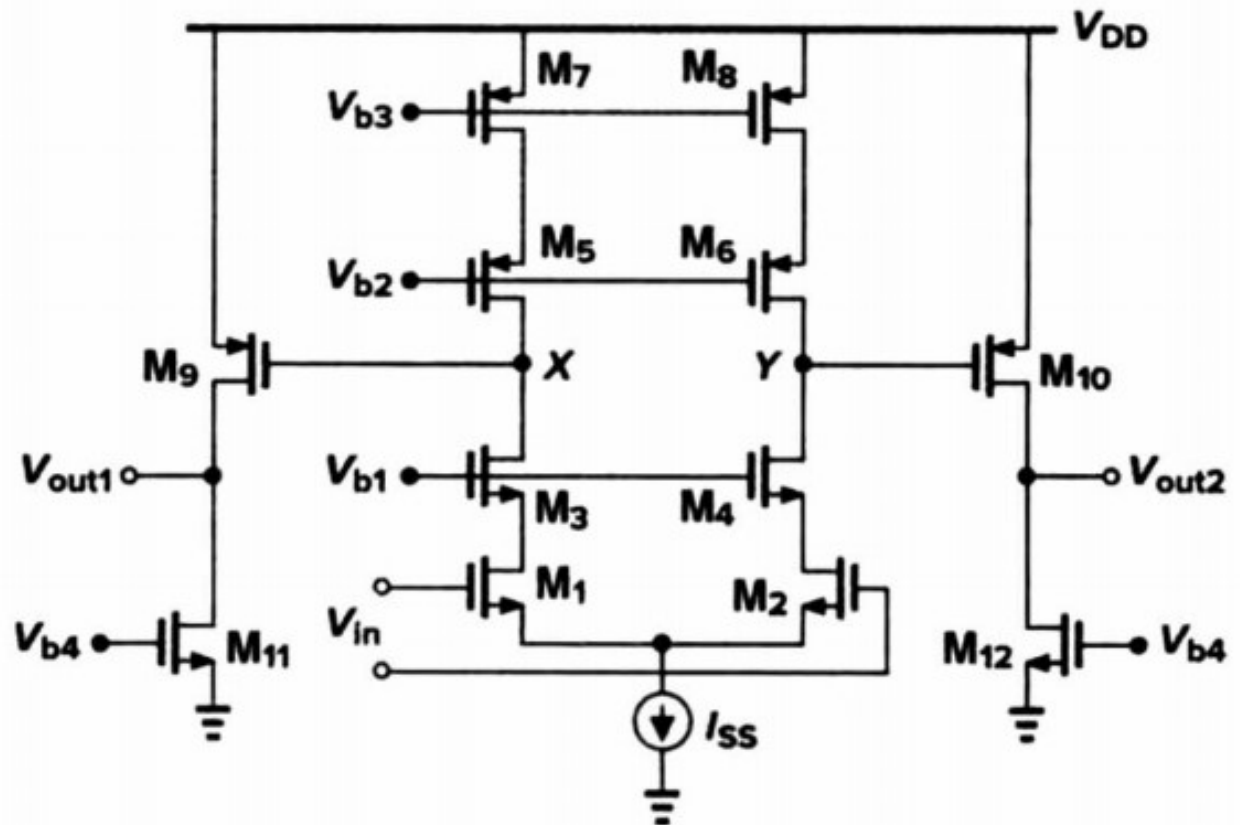

图 9.24 采用共源共栅的两级运放
9.8 假定图 9.24 中的电路设计成 $I_{SS} = 1 \text{ mA}$, $I_{D9} - I_{D12}$ 等于 0.5 mA , 以及 $(W/L)_{9 \sim 12} = 100/0.5$ 。